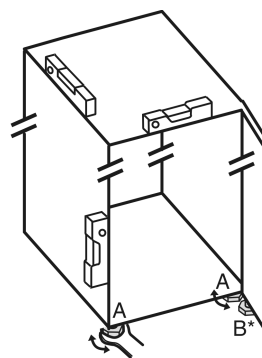

Fig. 6
- ▶ Seřizovací nožky Fig. 6 (A) vyšroubujte pomocí přiloženého vidlicového klíče a pomocí vodováhy, dokud nebude spotřebič pevně vyrovnaný.
- ▶ Seřizovací nožku Fig. 6 (B) na stojanu ložiska vytáchejte pomocí přiloženého vidlicového klíče, až dosedne na zem.
- ▶ Seřizovací nožku Fig. 6 (B) otácejte dál o 90°.